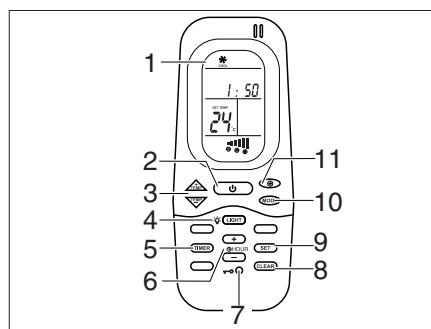
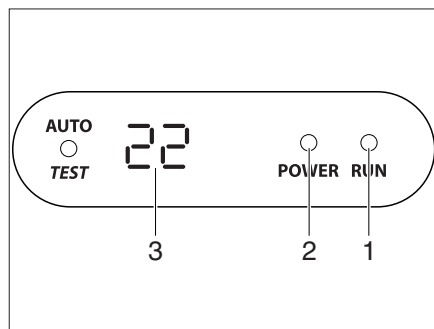

Bild 338 Fjärrstyrning
Bild 339 Display på diffusorn
Klimatanläggningen är monterad på fordonets tak. Fjärrstyrningen (Bild 338) för klimatanläggningen finns i köket.
- Anslut fordonet till 230 V-försörjningen. Klimatanläggningen är driftklar. Lysdioden (Bild 339,2) på diffusorns display lyser röd.
- Tryck på På-/Avslagningsknappen (Bild 338,2) på fjärrstyrningen för att starta. Lysdioden (Bild 339,1) lyser grön när klimatanläggningen arbetar med kylning. Lysdioden (Bild 339,1) lyser röd när klimatanläggningen arbetar med uppvärmning.
- Ställ in önskat driftläge med knappen MODE (Bild 338,10).
- Ställ vid behov in önskat fläksteg med knappen (Bild 338,11) och rumstemperaturen med knapparna (Bild 338,3).
- Tryck på På-/Avslagningsknappen (Bild 338,2) på fjärrstyrningen för avslagning.
- Starta med På-/Avslagningsknappen (Bild 338,2) på fjärrstyrningen för att programmera klimatanläggningen.
- Tryck på knappen TIMER (Bild 338,5). ON-indikeringen för starttiden aktiveras.
- Ställ klockan med knapparna TEMP (+/-) (Bild 338,3).
- Tryck på knappen TIMER (Bild 338,5) igen. OFF-indikeringen för starttiden aktiveras.
- Tryck på knappen TIMER (Bild 338,5) igen.
- Tryck på knappen SET (Bild 338,9) i slutet av inställningen.
- Tryck på knappen CLEAR (Bild 338,8) för att radera timer-programmeringen.